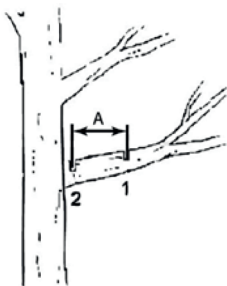

Рисунок 8. Схема спиляння великих гілок.
3. Спилювання великих гілок діаметром більше 100 мм рекомендується здійснювати послідовно. Щоб гілка не зламалася, розмір між різаними бажано вибирати приблизно 250 мм, рис. 8.